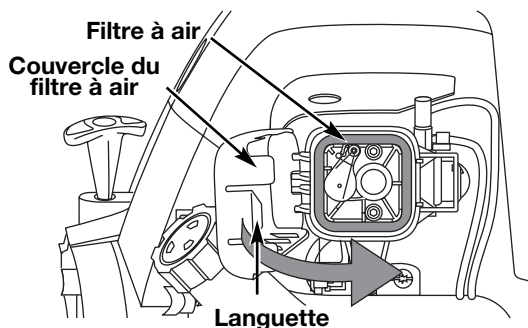

Fig. 37
8. Mueva la cubierta hacia la derecha hasta que la orejeta del filtro de aire calce en su lugar en la ranura de la placa posterior (Fig. 37).